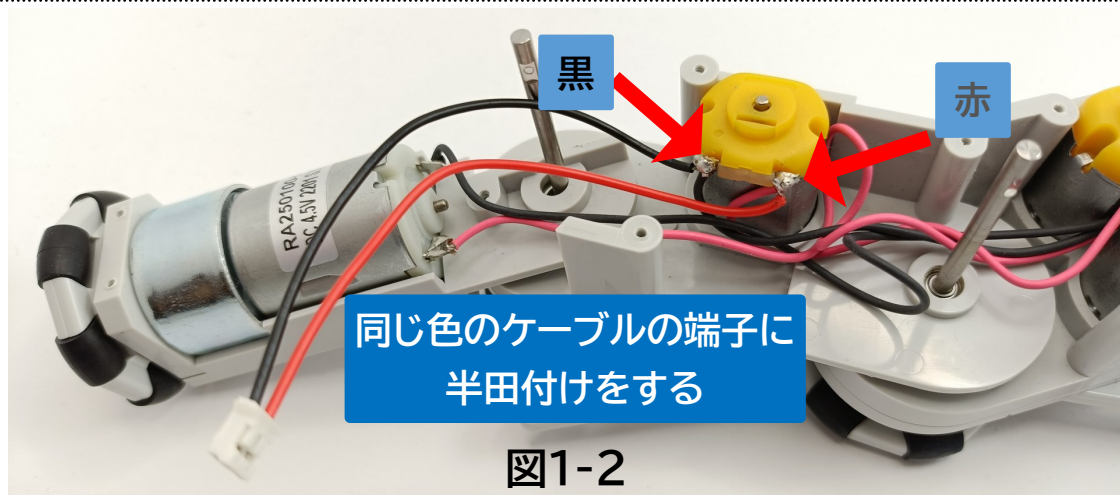

図1-2
2. 駆動用モーターに図1-2のようにコネクタ付きケーブルの色と同じ色のケーブルがついている端子に半田付けをします。